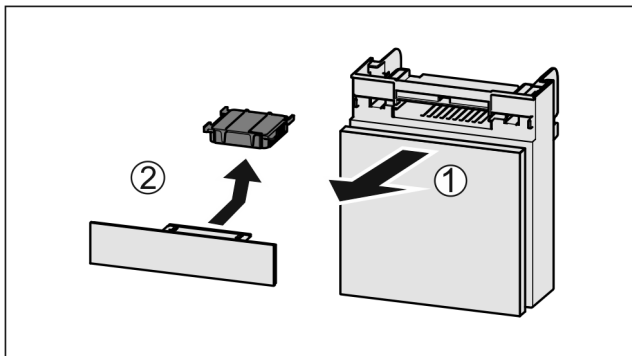

Fig. 69
- ▶ Vytiahnite zásuvku smerom dopredu Fig. 69 (1).
- ▶ Vyberte aktívny uhlíkový filter Fig. 69 (2).